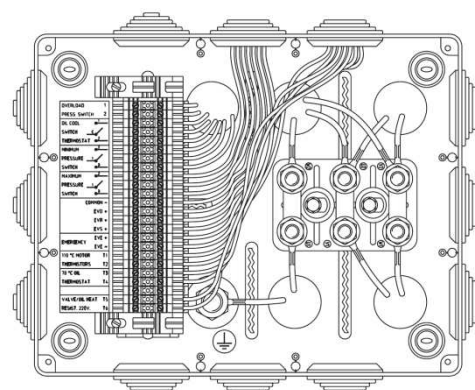

Fig. 7
- A caixa da unidade de controle com cabeamento (opcional) inclui (ver Fig. 7):